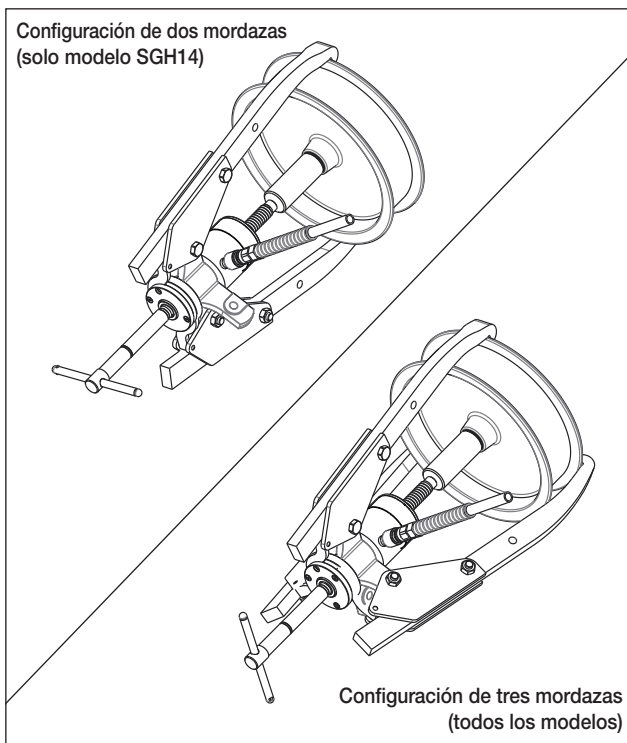

Figura 9, Extracción de polea (normal)
- Monte el extractor en la polea o la otra pieza a extraer. Véase la Figura 9 para ejemplos.